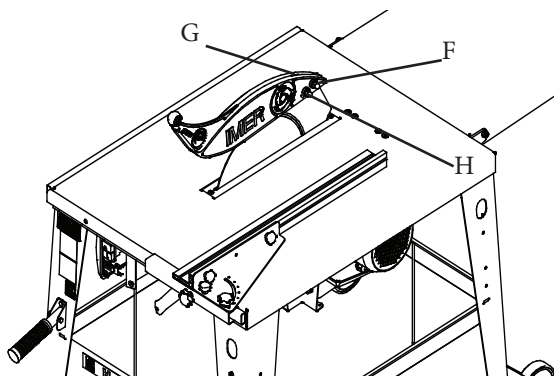

Fig. 6
La parte della lama che sporge al di sopra della tavola è protetta da un riparo in policarbonato [4] (fig.1). La protezione è ancorata al coltello divisore mediante due viti [F] (fig.6).
⚠ Controllare prima di ciascun avviamento che la protezione in policarbonato [4] fig.1 si muova liberamente in verticale (alto-basso), sotto la sola azione del proprio peso. Verificare che durante il movimento non rimanga bloccata in nessuna posizione. Se ciò si verificasse agire sulle viti G e H fig.6, ristabilendo la corretta funzionalità.
- stringere le viti [G e H] (fig.6), assicurandosi che il carter scenda liberamente sotto l'effetto del proprio peso. Assicurarsi che durante il movimento in verticale (alto-basso) non rimanga bloccata in nessuna posizione. Se ciò si verificasse agire sulle viti G e H fig.6, ristabilendo la corretta funzionalità.